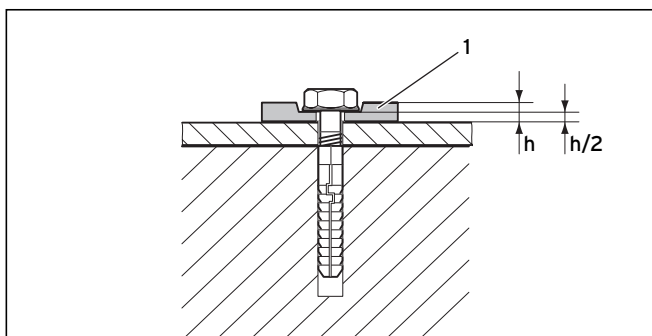

Рис. 5.29 Крепление с помощью гибких подкладных шайб
Для компенсации расширения материала обязательно используйте 4 гибкие подкладные шайбы (1). Запрессуйте подкладные шайбы на 50 %, см. рис. 5.29.